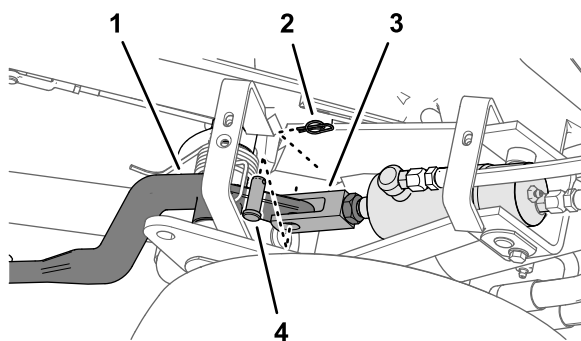
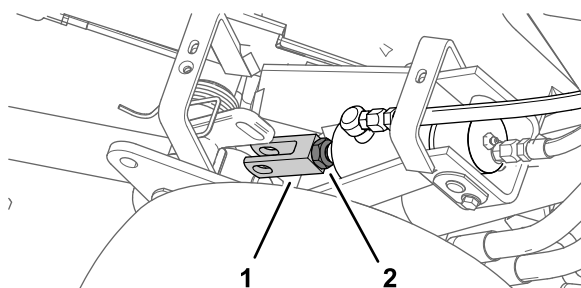

Figure 53
Figure 54
3. Desserrez le contre-écrou qui fixe la chape au vérin de l'unité de coupe que vous devez régler (Figure 53).
4. Déposez la goupille de fixation et l'axe de chape (Figure 53)
5. Tournez la chape pour obtenir la hauteur voulue (Figure 54).
6. Montez la chape sur le bras de levage avec l'axe de chape et la goupille de fixation, et serrez l'écrou de blocage (Figure 53 et Figure 54)